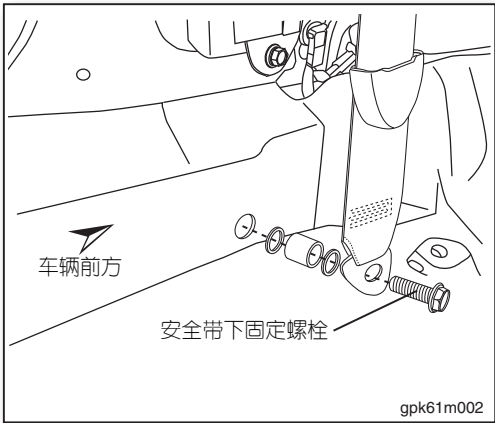

图2
2. 拆开安全带下固定螺栓饰盖，接着拆下安全带下固定螺栓(如图2)。